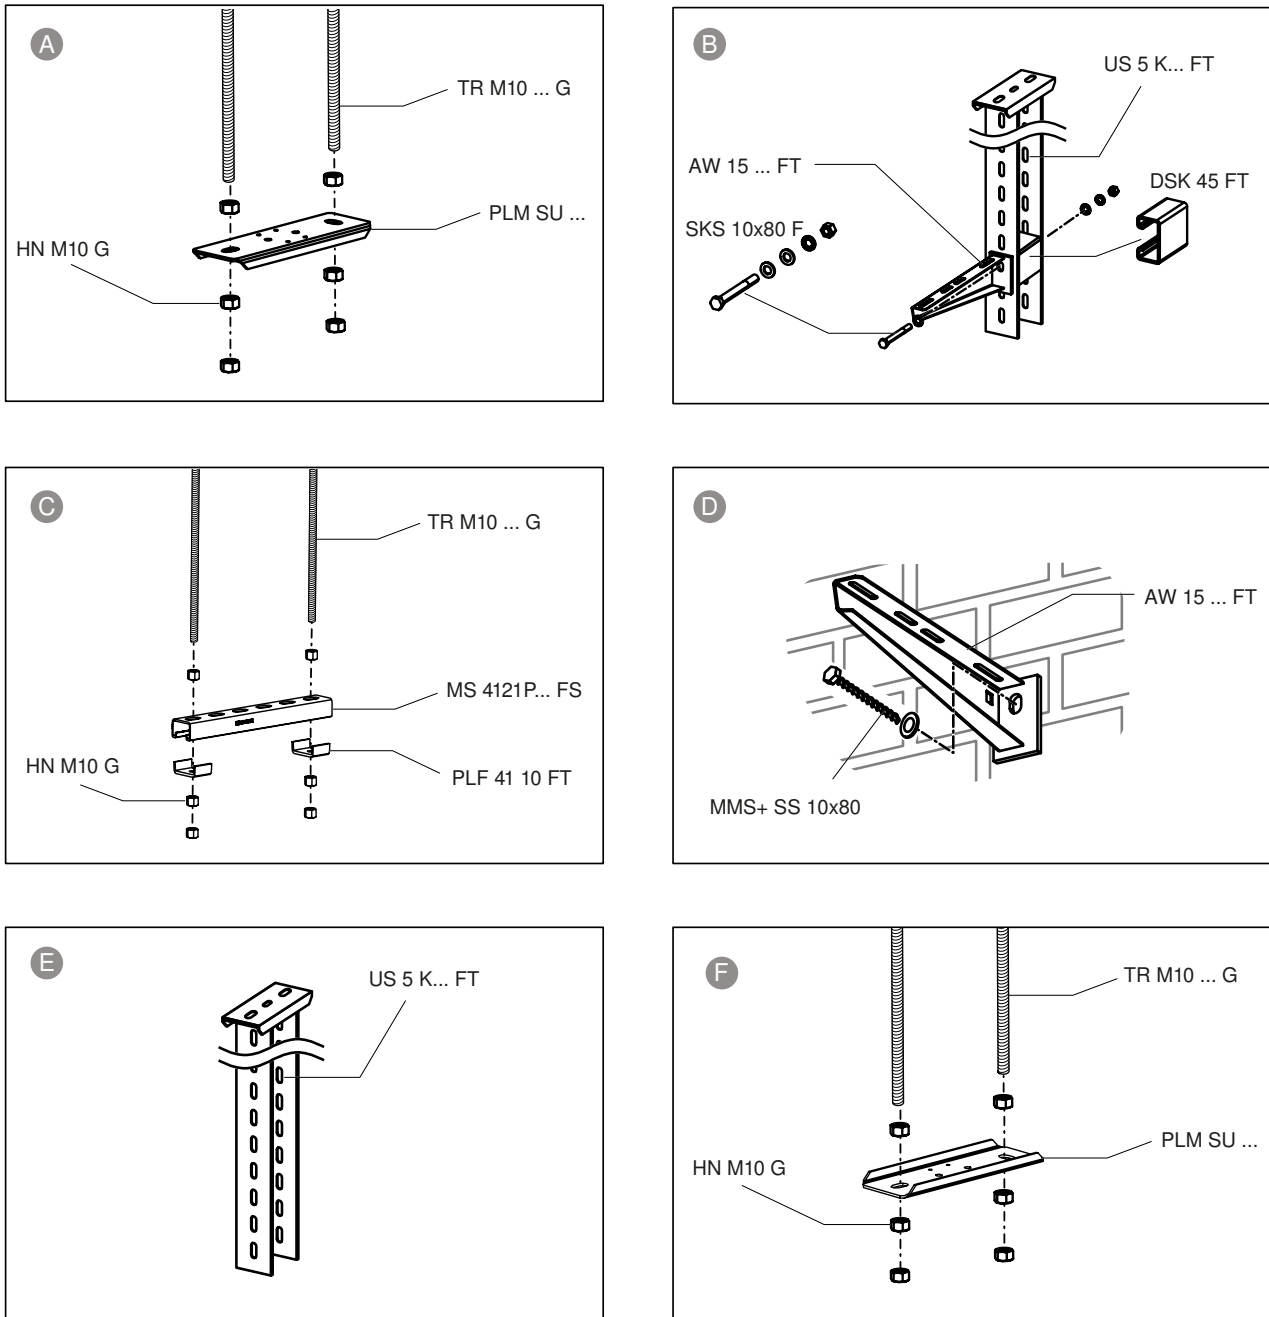

Abb. 9: Tragsysteme montieren
3. Tragsystem gemäß Abb. 9 montieren.